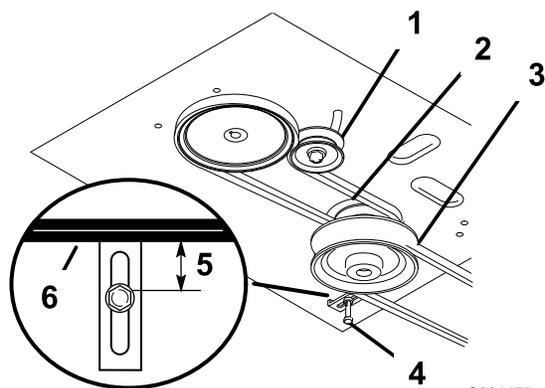

Figure 46
8. Vérifiez que le guide de courroie sous le bâti du moteur est réglé correctement (Figure 46).
**Remarque:** Le guide de courroie et la courroie du tablier de coupe doivent être espacés de 19 mm (3/4 po) quand la courroie est engagée (Figure 46). Réglez la courroie du tablier de coupe au besoin. La courroie désengagée ne doit pas traîner ni tomber de la poulie quand les guides et la tension de la courroie sont réglés correctement.